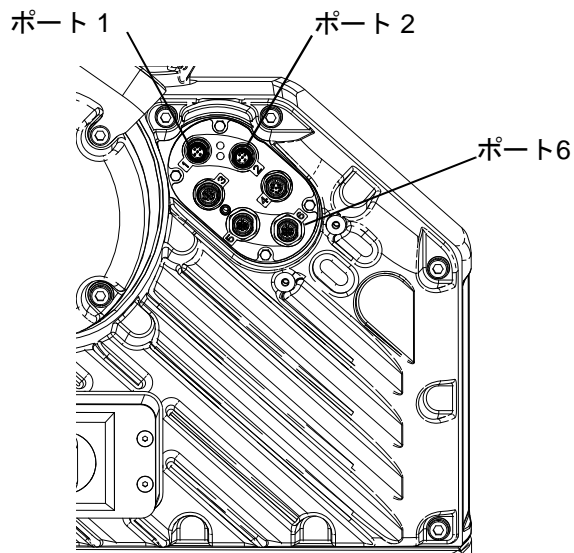

図 23: ドライバーポートの位置
9. キットに含まれている CAN ケーブルをドライバーのポート 1 またはポート 2 (使用可能ないずれか) に接続する。See 図 23.を参照してください。